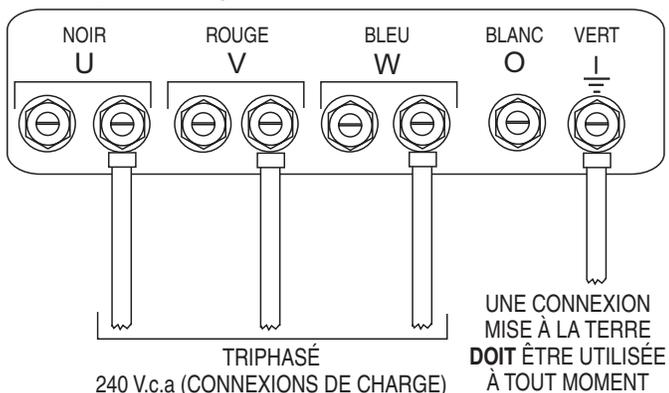

Figure 18. Cosses de sortie UVWO Connexions triphasées 240 volts
2. Connectez les fils de charge aux cosses UVWO comme indiqué dans Figure 18.